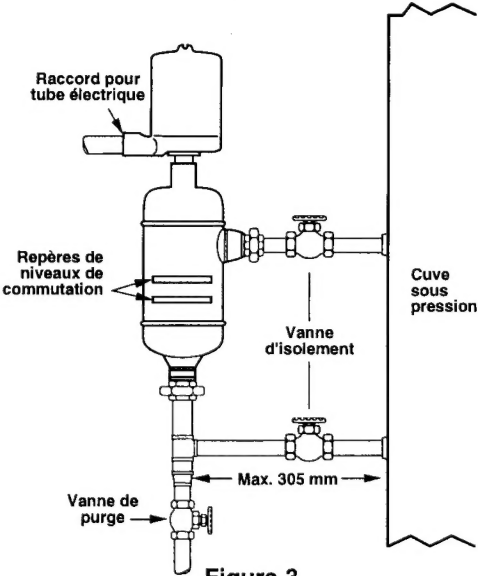

Figure 3
La figure 3 illustre une installation typique d'un appareil Magnetrol Série 75 sur une cuve sous pression. Les repères indiqués sur l'appareil indiquent les trois niveaux de commutation pour un liquide de densité minimum. Voir le tableau des niveaux de commutation page 7 pour un appareil à un commutateur et pour différentes densités minimum du liquide. Utiliser des tuyaux d'un diamètre suffisant pour supporter l'appareil. Prévoir le cas échéant un support ou un système suspendu. Tous les tuyaux doivent être rectilignes et exempts de points bas et de poches, de sorte que le tuyau inférieur permette l'écoulement du liquide vers la cuve et que le tuyau supérieur permette le passage des vapeurs vers l'appareil. Il est recommandé de prévoir des vannes d'isolement entre la cuve et l'appareil. Si l'appareil doit fonctionner en présence d'un liquide à basse température (susceptible d'entrer en ébullition dans la cage du flotteur sous l'effet de la chaleur extérieure), isoler les tuyauteries et la cage. Toute ébullition dans la cage fausse la mesure. NE PAS ISOLER LE BOITIER DU COMMUTATEUR.
- a. Fermer le cas échéant les vannes d'isolement afin d'isoler l'appareil du réservoir. Vidanger le liquide se trouvant dans la cage du flotteur. Voir **figure 3**, page 3.